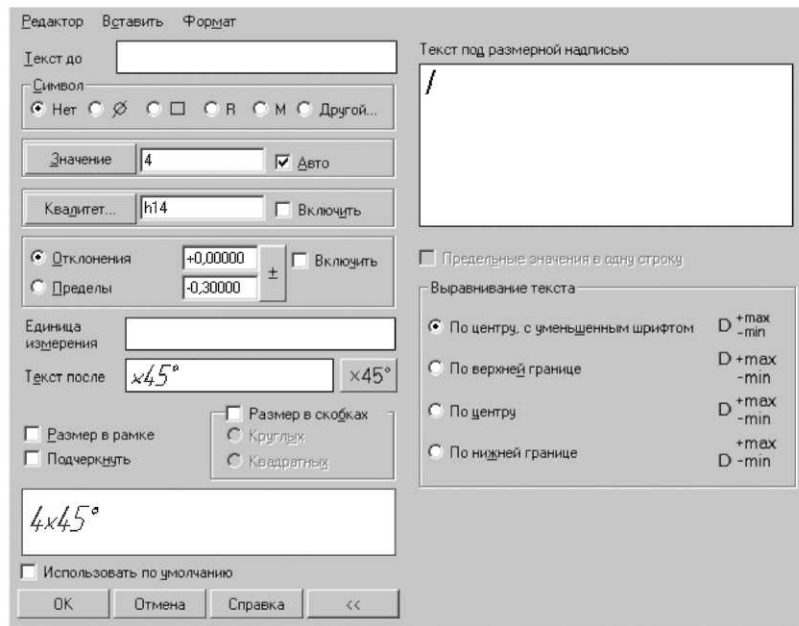

Рисунок 4.20 Розширене діалогове вікно **Завдання розмірного напису**
– клацніть у діалоговому вікні **Задание размерной надписи** по кнопці **Дальше**. З'явиться розширене діалогове вікно **Задание размерной надписи** (рис. 4.20)